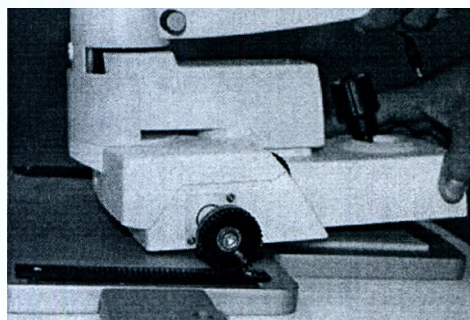

Рисунок 25
5. Осторожно установите корпус Щелевой Лампы на Основную платформу так, чтобы зубчатые ролики совпали с зубцами на направляющих. Когда инструмент перемещается вперед или назад, ролики должны плавно вращаться при движении по направляющим (Рис.25).